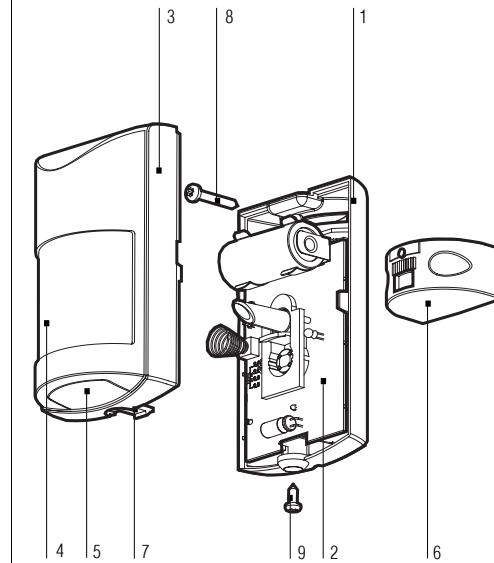

Рис. 1
Извещатель выполнен в виде одного блока (Рис.1) и состоит из: основания (1); печатной платы с элементами (2); крышки (3) с зацепом (7); линзы Френеля (4); окна антисаботажной зоны (5); кронштейна (6); шурупа (8) для крепления основания с кронштейном; шурупа (9) для соединения крышки с основанием.